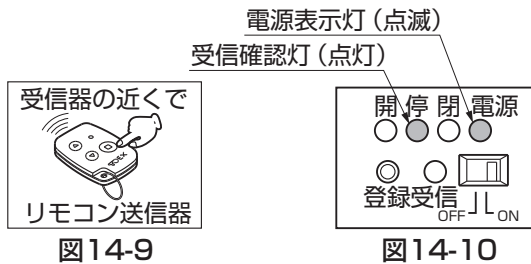

図14-9
- ③リモコン受信器の近くで、登録するリモコン送信器の「停止」ボタンを押してください。(図14-9参照)